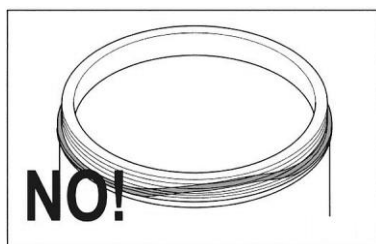

Рис. 32
2. На рис. 32 показана неправильно установленное уплотнение; в этом случае уплотнение не распределяется идеально по всему краю резервуара.